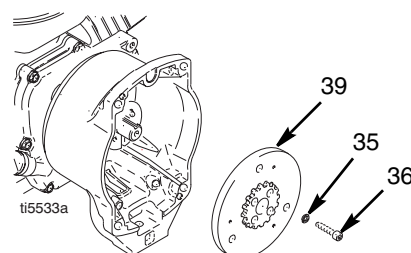

FIG. 7
9. FIG. 7. Introduire un tournevis à frapper ou un autre outil en coin entre l'induit (39) et le carter d'embrayage pour maintenir l'arbre moteur pendant le démontage.
10. Retirer les quatre vis (36) et leurs rondelles d'arrêt (35).
11. Enlever l'induit (39).